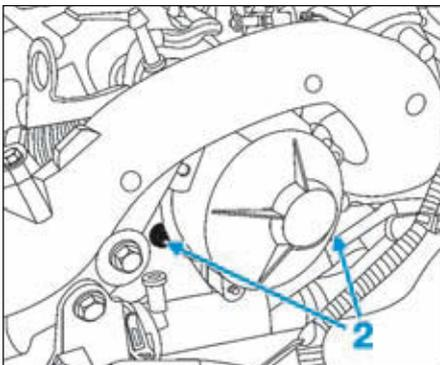

FIG.21
- Déposer les vis de la pompe à vide (2) (Fig.21).